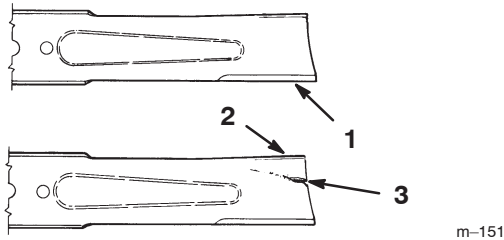

Figure 32
1. Inspectez les tranchants des lames (Fig. 32). Si elles ne sont pas tranchantes ou si elles présentent des indentations, déposez et aiguissez les lames (voir Aiguisage des lames, page 31).
2. Inspectez les lames, surtout la partie incurvée (Fig. 32). Remplacez immédiatement toute lame endommagée, usée ou qui présente une entaille à cet endroit (repère 3 de la Fig. 32).